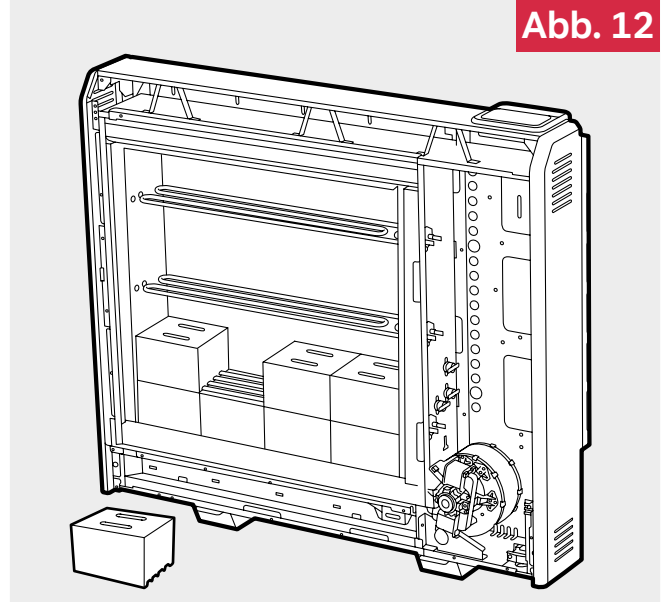

Abb. 13
- 15.** Denken Sie daran, dass die oberste Reihe der Formsteine mit der Unterseite nach oben eingebaut werden muss. (**Abb. 13**)